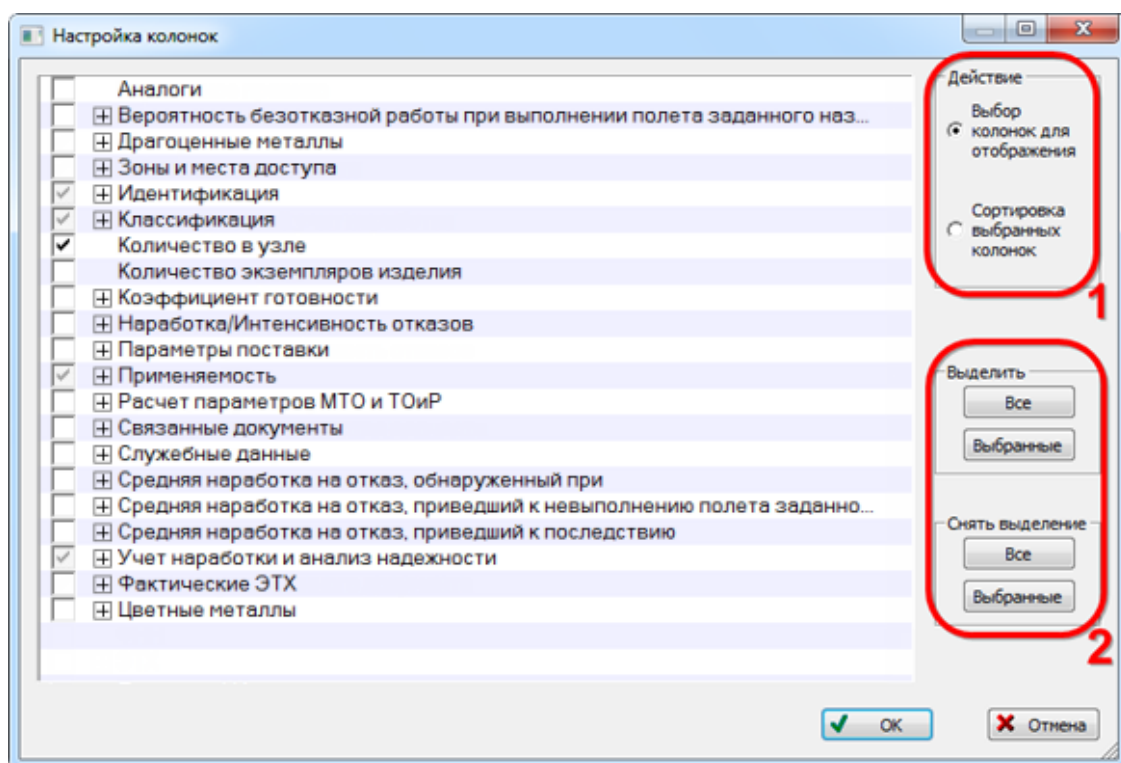

Рис. 5-18 – Окно «Настройка колонок» в режиме «Выбор колонок для отображения»
- 2) По умолчанию это окно открывается в режиме «Выбор колонок для отображения», приведенном на рис. 5-18 (в случае рабочего окна «Логистическая структура»).
3) Режим окна «Настройка колонок» выбирается с помощью установки переключателя в блоке «Действие» (1 на рис. 5-18).
5) Для отображения колонки в рабочем окне нужно установить флаг слева от ее названия. Можно выбрать несколько колонок в списке и использовать специальные кнопки для установки или снятия флагов (2 на рис. 5-18). Для выделения нескольких колонок используются клавиши SHIFT и CTRL.